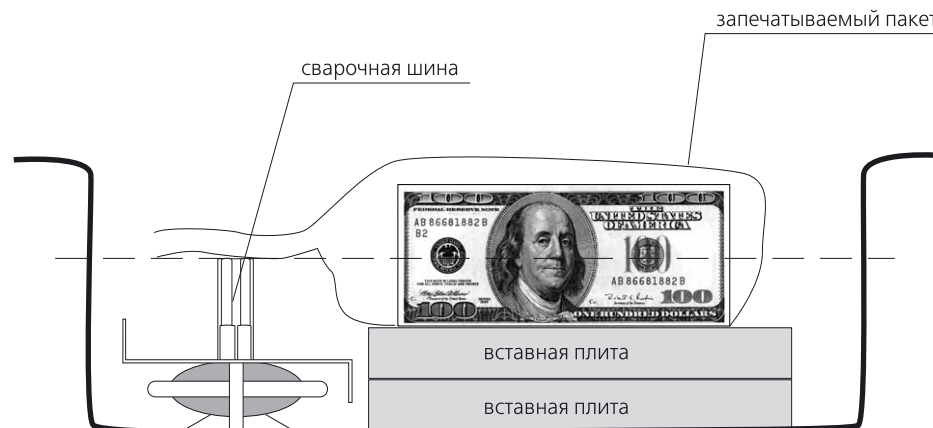

Рис. 3. Порядок укладки пачки в машину
- Поместите пакет с купюрами в вакуумную камеру таким образом, чтобы горловина пакета полностью перекрыла запаячный барьер. При необходимости отрегулируйте положение пакета по высоте в вакуумной камере с помощью вкладышей, как показано на рис. 3. **Убедитесь, что запечатываемая часть пакета не жирная** (засаленная, грязная) **и без складок**.